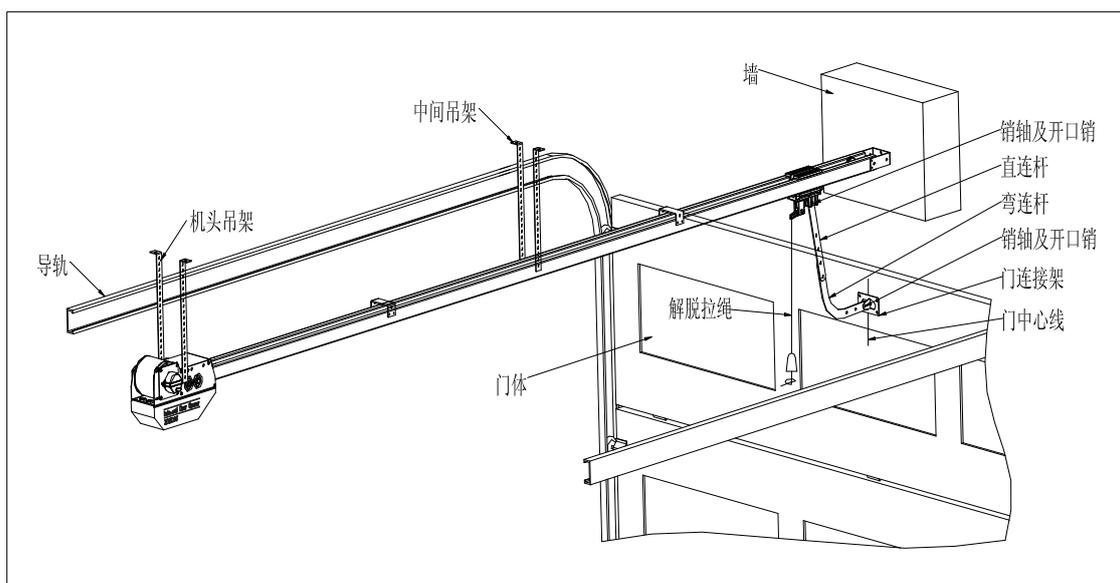

图 11
吊架安装，确保机器稳定牢固），安装前打开机壳上盖，吊架安装完成后装上机壳上盖。如果开门机导轨长度超过 4.5m，则需要加装中间吊架。如图 11
6. 将门完全关闭，移动滑鼠部件到距离门前合适位置（约 5-10cm），将直连杆与滑鼠前端的孔用销轴 8X40 及开口销连接。用 M8 螺栓及防松螺母将弯连杆与直连杆连接起来。然后，将门连接架用合适五金件固定在门体的合适位置上（与门中心线对齐），用销轴 8X20 及开口销将弯连杆与门连接架连接起来。如图 11